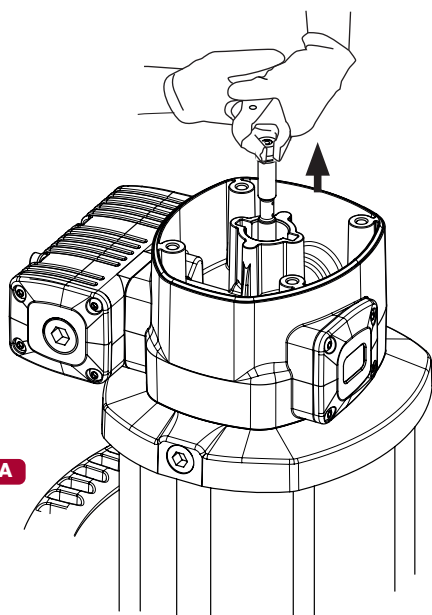
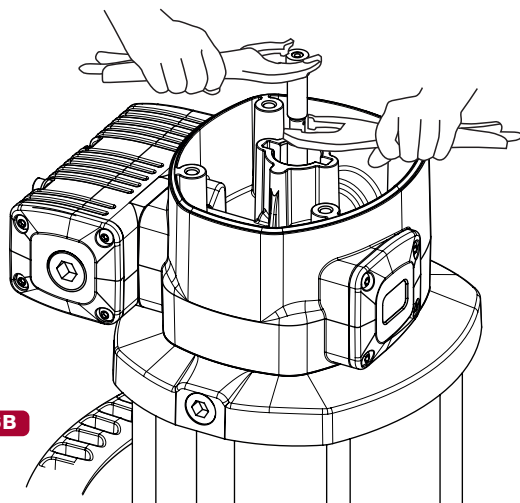

FIG. 6A
FIG. 6B
1. Unscrew the bolts (2) and remove the cap (3).
2. Unscrew the sensor sleeve (4).
3. With a manual clamp on the nut (5), pull the rod (39) outwards until its central recess appears (fig. 6A). Then, with another manual clamp, grab the rod (40) on said recess to prevent sealing surface to be damaged, and unscrew the nut (5) (fig. 6B).
4. Remove o-ring (6) and ring (7), and replace them with new ones later.
5. Unscrew the bolts (55). Pull the motor body (13) outwards to free it along with bridle (36).
6. Take away the gasket (9) and replace its seals (8) and (10).
7. Unscrew the bolts (37) and split the motor (13) from the bridle (36). Take away the washer (32) and replace the seal (8).
8. Take away the cylinder (50) while carefully holding the air piston (46). Replace the piston seal (45).
9. Reassemble in reverse order, applying thread locker in screws (37), nut (5) and sensor sleeve (4).
1. Skruva bort skruvarna (2) och ta bort locket (3).
2. Skruva bort sensorrhylsan (4).
3. Använd en polygrip för att hålla fast muttern (5), dra axeln (39) uppåt tills en avsmalning i axeln blir synlig (fig 6A). Använd ytterligare en polygrip och fatta runt avsmalningen i axeln för att undvika skador på tätningstorna på axelns större diameter, och skruva sedan bort muttern (5) (fig 6B).
4. Ta bort o-ringen (6) och ringen (7) och byt ut mot nya senare.
5. Skruva bort skruvarna (55). Dra bort luftmotorns hus (13) tillsammans med adapterplattan (36).
6. Ta bort hylsan (9) och byt tätningarna (8) och (10).
7. Skruva bort skruvarna (37) och dela luftmotorn (13) från adapterplattan (36). Ta bort brickan (32) och byt ut tätningen (8).
8. Ta försiktigt bort luftcylindern (50) samtidigt som man håller i luftkolven (46). Byt ut luftkolvens o-ring (45).
9. Montera i omvänd ordning, applicera låsvätska på skruvarna (37), muttern (5) och sensorrhylsan (4).